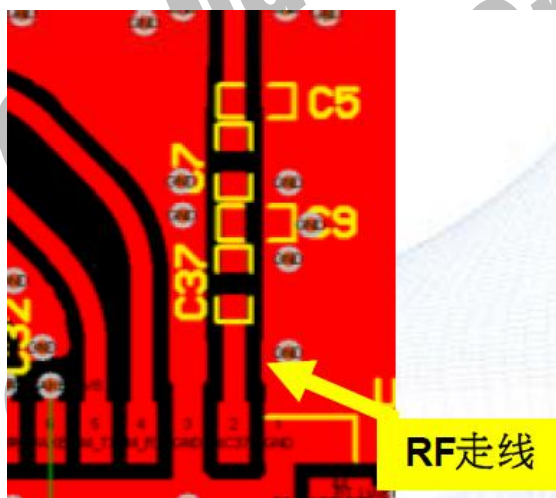

图 3-3 阻抗匹配元件布局示例图
- 3 馈线与天线间需预留出阻抗匹配网络元件的位置，用于后期天线设计调试。且匹配元件要尽量靠近电路端的 RF 端口，如图 3-3 中 C5、C7、C9、C37 等元件所示布局方式。